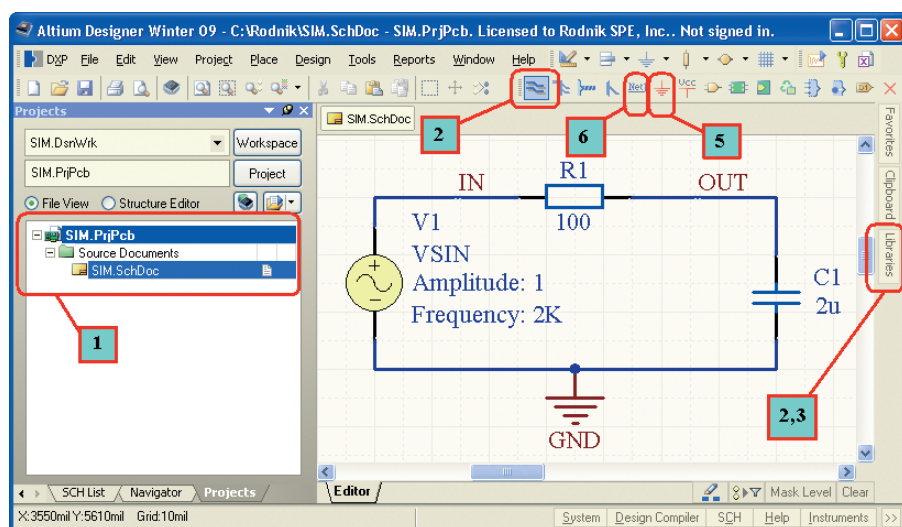

Рис. 1. Пример проекта для моделирования
**Шаг 2 – разработка схемы.** На созданном листе схемы размещаются компоненты и рисуются линии связей. В рассматриваемом примере последовательно разместим резистор и конденсатор (см. рис. 1), взятые из стандартной библиотеки *Miscellaneous Devices.IntLib*, которая по умолчанию подключена к системе. Линии связей размещаются командой *Place > Wire*.